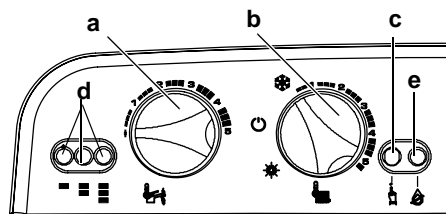
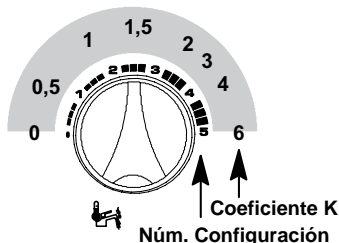
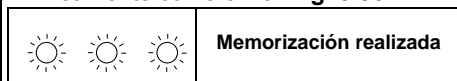

Fig. 5.33 Tablero de mandos
Fig. 5.35 Regulación manivela de programación.
Fig. 5.36 Memorización realizada
- 2 Colocar el selector **b** como se indica en la **Fig. 5.33**; la luz de señalación **d** parpadeará con una intermitencia de dos segundos aproximadamente.
- 3 Mantener pulsado el botón de restablecimiento **c** de la **Fig. 5.33** durante unos 10 segundos; la luz de bloqueo **e** de la **Fig. 5.33** comenzará a parpadear.
- 4 Para calibrar el *Coeficiente K*, los indicadores luminosos de señalación **d** de la **Fig. 5.33** deben mostrarse como en la **Fig. 5.34** (leyenda de los indicadores luminosos en el Cap.1)
- 5 Si no se muestra esta secuencia, pulsar el botón de restablecimiento **c** de la fig. **Fig. 5.33** hasta que se llegue a la visualización (5 veces).
- 6 Para mostrar la configuración programada, mantener pulsado el botón de restablecimiento **c** en la **Fig. 5.33** durante unos 5 segundos. Los indicadores luminosos de señalación **d** en la **Fig. 5.33** parpadearán un número de veces equivalente a la configuración (**Fig. 5.35**)
- 7 Para cambiar la programación, girar el mando de regulación de temperatura de los sanitarios **a** en la **Fig. 5.33** y
colocarla en el valor de K deseado de la **Fig. 5.35** (en la figura, por ejemplo, el mando está programado para K 1,5), la luz de señalación de bloqueo **e** en la **Fig. 5.33** parpadea rápidamente.
- 8 Para memorizar la configuración, pulsar el botón de restablecimiento **c** en la **Fig. 5.33** durante unos 5 segundos, los indicadores luminosos de señalación **d** de la **Fig. 5.33** parpadearán simultáneamente como en la **Fig. 5.36**